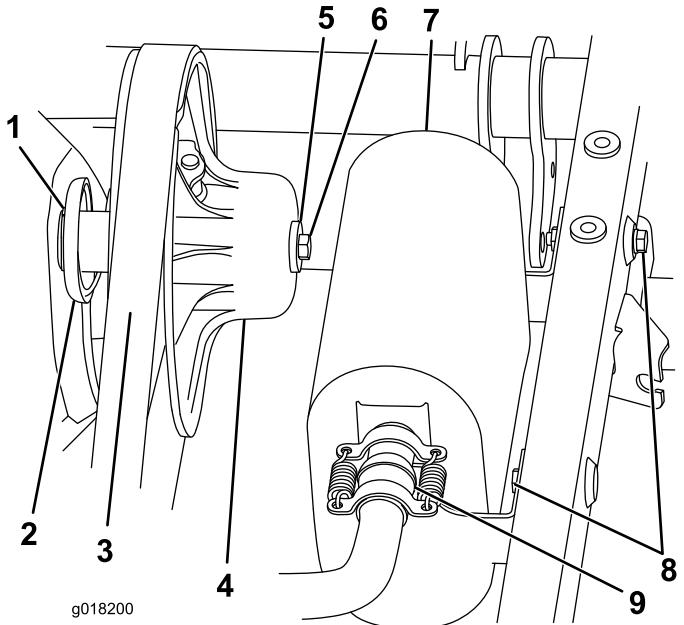

Bild 8
4. Nehmen Sie den Riemen von der sekundären Kupplung ab (Bild 8).
5. Entfernen Sie die Schraube und Scheibe, mit denen die Kupplung befestigt ist; ziehen Sie die Kupplung vom Getriebe (Bild 8).